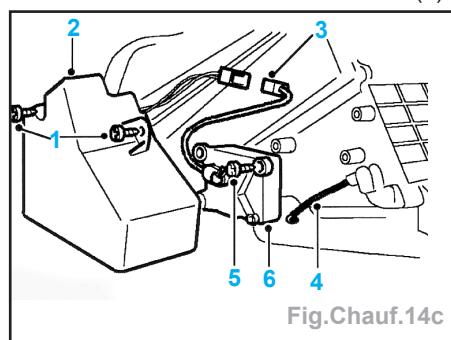

Fig.Chauf.14c
- Déposer (Fig.Chauf.14c) :
- les 2 vis du couvercle de servocommande (1),
- le couvercle de la servocommande (2).